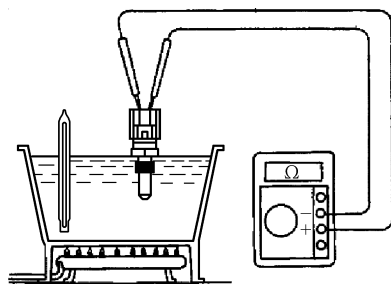

图 2-7 测量冷却液温度传感器的电阻
(2) 单件检查 拔下冷却液温度传感器导线插接器,然后拆下传感器;将该传感器置于烧杯内的水中,加热杯中的水,同时用万用表电阻档测量在不同冷却液温度条件下冷却液温度传感器两接线端子间的电阻值,如图 2-7 所示。将测得的值与标准值比较。若不符合标准,则须更换冷却液温度传感器。